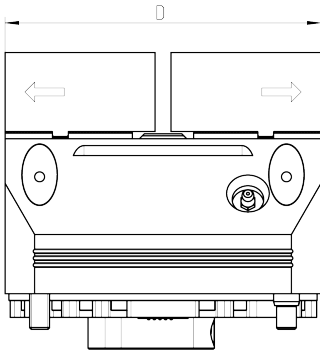

Abb. 3: Kraftspannblock
- Mit Hilfe eines geeignete Messmittels (z.B. Messschieber) Maß D in Einheiten von (mm) ermitteln (siehe Abb. 3) und diesen als neuen Wert des azyklischen Parameters „Teachposition 1 – Backe (gemessene Backenöffnungsweite)“ auf Index 101 schreiben.